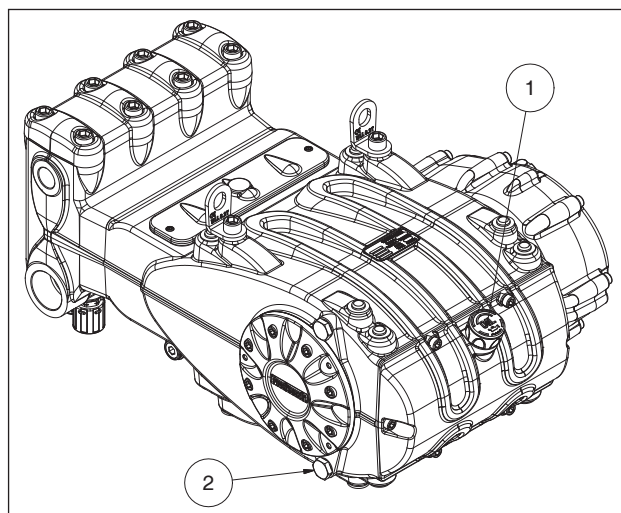

Fig. 3
Проверьте уровень масла с помощью специальной пробки с маслоизмерительным щупом, на котором есть метки минимального и максимального уровня ①, Fig. 3. При необходимости долейте нужное количество. Правильный контроль уровня масла производится, когда температура насоса равна температуре окружающей среды. Замену масла выполняйте, когда насос нагреется до рабочей температуры; для этого снимите пробку поз. ②, Fig. 3. Масло необходимо проверять и заменять, как указано в разделе 11. Необходимое количество составляет ~8,5 литров для насоса с редуктором и ~7,5 литров для насоса без редуктора.
Подготовьте систему таким образом, чтобы ни при каких условиях во время работы насоса температура масла не превышала **100°C (212°F)**. Пользуйтесь температурным зондом, вставляемым в маслосливную пробку, поз. ② Fig. 3. См. руководство "ВЗРЫВОЗАЩИТА АТЕХ". **ВНИМАНИЕ!** Используйте масло с температурой воспламеняемости выше 200 °C.